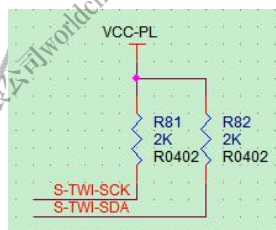

图 2-56 I2C 电路设计
- SENSOR 的 I2C 需接上拉电阻，不可删除，如图 2-56 所示：